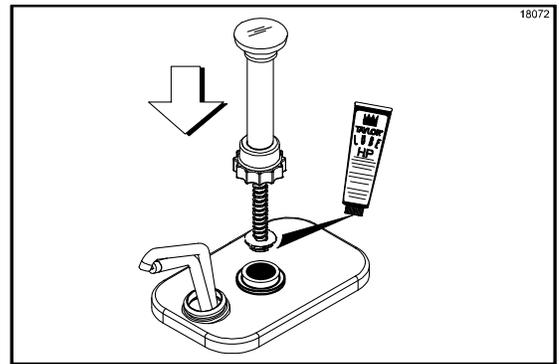

图 95
14. 润滑密封组件并将柱塞组件安装到泵体上的泵缸开口内。（见图 95。）